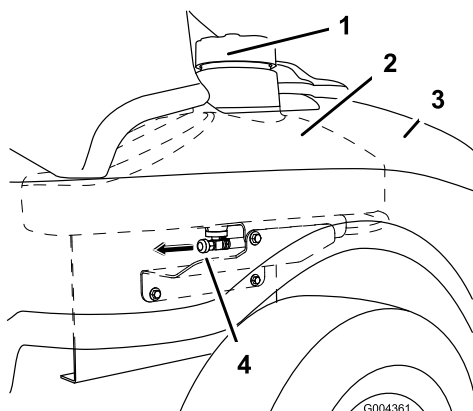

Figure 31
3. Fermez le robinet d'arrivée de carburant situé sous l'avant du réservoir (Figure 31).